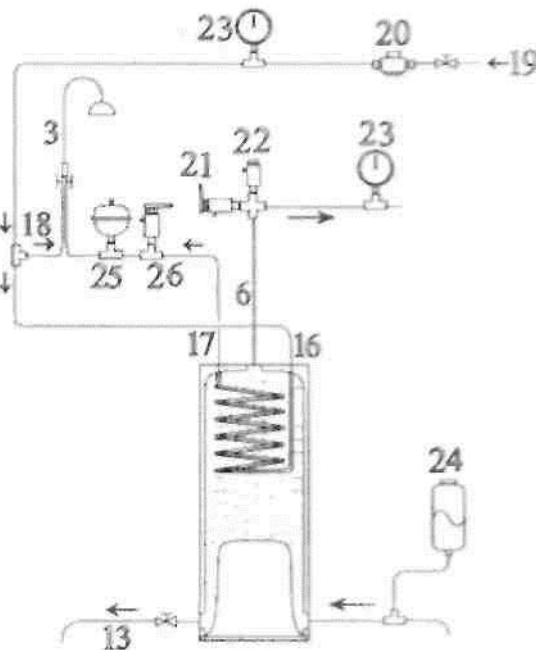

Рис. 25.1.
2. Обеспечение подготовки и отбора горячей воды. (Рис. 25.1.)